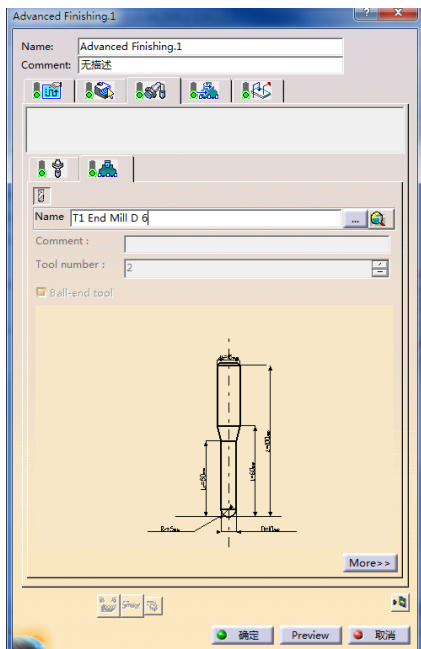

图 3-232 刀具参数选项卡（11）
- 单击“Advanced Finishing.1”对话框中的，切换到刀具参数选项卡（11），在“Name”文本框中输入“T1 End Mill D6”，选中“Ball-end tool”复选框，如图 3-232 所示。